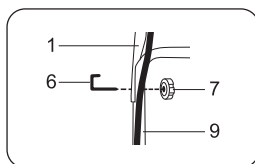

рис. 3
Совместите отверстия средней стойки (9) с отверстиями на верхней рукоятке (1). Установите скобу крепления ручки (6) и закрепите гайками (7) с двух сторон (см. рис. 3).